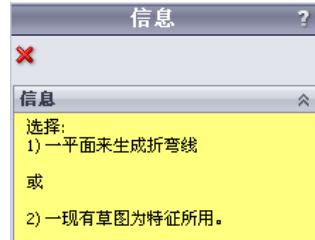

图 10.36 “信息”对话框
- (1) 选择命令。选择下拉菜单 **插入(I)** → **钣金(B)** → **绘制的折弯(S)...** 命令(或单击“钣金”工具栏中的 按钮), 系统弹出图 10.36 所示的“信息”对话框。